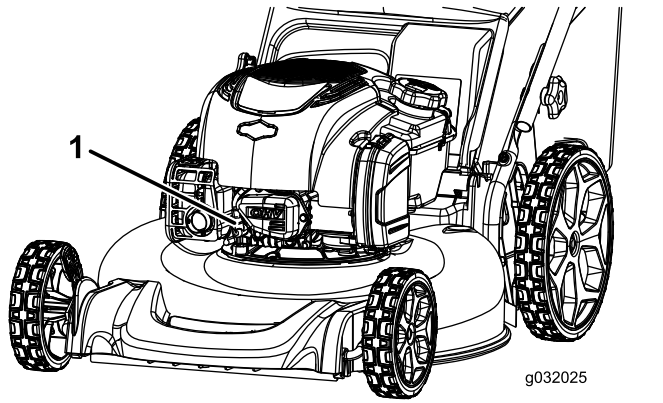

Bild 18
2. Ziehen Sie den Kerzenstecker von der Zündkerze ab (Bild 18).